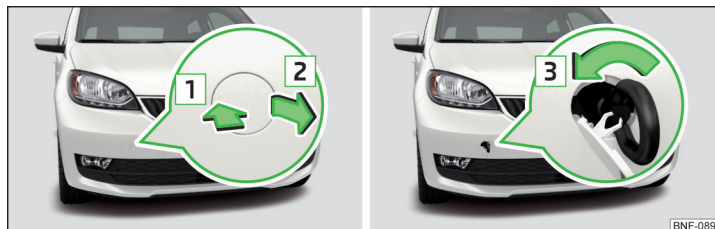

Fig. 159 Demontarea capacului / montarea cârligului de tractare
- › Pentru **demontare**, apăsați capacul în sensul săgeții **1**, după care scoateți-l în sensul săgeții **2** » fig. 159.
- › Pentru **montare**, înșurubați cârligul de tractare cu mâna în sensul săgeții **3** » fig. 159 până la limită » !